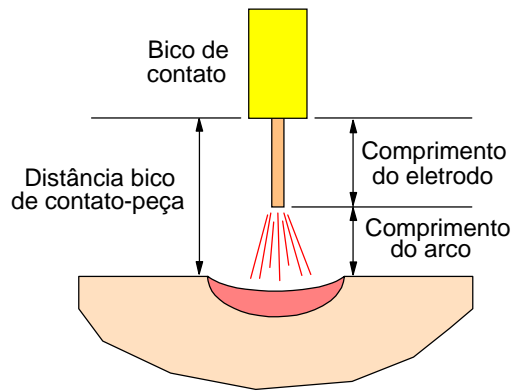

Figura 5
- Comprimento do eletrodo e distância da tocha à peça (figura 5),